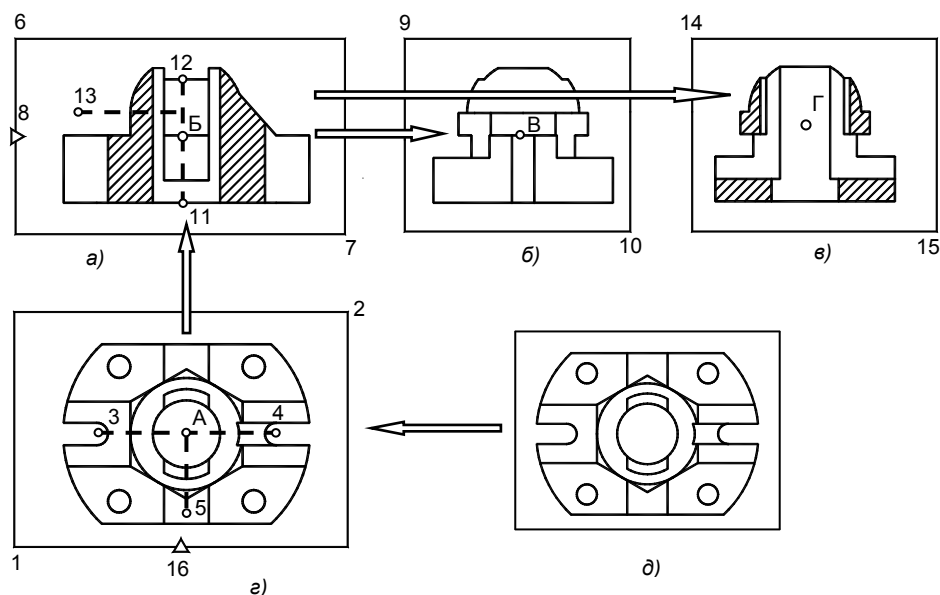

Рис. 3.3. Схема построения видов и простых разрезов к заданию "Простые виды и разрезы"
На новом чистом листе создайте одно видовое окно, поместив его внизу экрана, справа (см. рис. 3.3, д). Размеры окна желательно задать так, чтобы деталь отобразилась в нем в масштабе, приблизительно равном 1:
На рис. 3.3 показано построение проекций и разрезов для получения чертежа рассматриваемой модели. Это вид сверху (рис. 3.3, з), фронтальный разрез (рис. 3.3, а), вид слева (рис. 3.3, б), и профильный разрез (рис. 3.3, в). Последние два изображения на чертеже будут объединены в единое, содержащее половину вида и половину разреза.
Создано новое видовое окно (см. рис. 3.3, з). В окне видна модель, дан вид сверху. Созданы четыре новых слоя: слой *Vports*, на который помещена рамка окна, слой *top-Vis* для последующего размещения на нем линий видимого контура проекции, *top-Hid* — для линий невидимого контура и *top-Dim* — для простановки размеров на виде сверху. При построении разреза создается еще один слой с префиксом *HAT* для линий штриховки. Созданные слои можно посмотреть в окне управления слоями, например, командой LAYER.
Для построения ортогональных проекций нужно применить команду `SOLVIEW` с опцией `ortho`, для разреза — ту же команду с опцией `section`. Команда `SOLVIEW` применяется к ранее созданному окну и формирует новое окно. Так, для проекции вида спереди и фронтального разреза за основу берется любое окно, в котором установлен вид сверху (см. рис. 3.3, *z, d*). Вид слева и профильный разрез можно получить на основе окна вида спереди или фронтального разреза, как на рис. 3.3, *a*. Их можно построить также на основе одного из окон, содержащих вид сверху, но в последнем случае полученное изображение потребует повернуть на  $90^{\circ}$ .
При построении *разреза* команда `SOLVIEW` потребует указать секущую плоскость. Так как плоскость разреза проецирующая, то потребуются указать лишь две точки плоскости. Их можно задать с помощью объектной привязки как характерные точки детали. Если секущая плоскость параллельна одной из плоскостей проекций, то достаточно задать одну точку с объектной привязкой, а для задания второй сместить курсор в режиме `Ortho` и указать произвольную точку. Например, для построения фронтального разреза детали (см. рис. 3.3, *z*) следует с объектной привязкой **Center** (Центр) указать точки 3 и 4, как центры дуг, или указать центр окружности отверстия, затем в режиме `Ortho` указать любую точку справа или слева от центра.
При построении *ортогонального вида* команда `SOLVIEW` потребует задать направление проецирования. Направление задается путем указания средней точки одной из сторон рамки исходного видового окна. Так, для вида спереди потребуются указать точку 16, а для построения вида слева — точку 8 (см. рис. 3.3, *a, z*).
- ❑ `solview \ S` (опция `Section`) \ задайте положение секущей плоскости, для этого активизируйте окно вида сверху, исходное или специальное, включите объектную привязку **Center** и укажите точки 3 и 4 (см. рис. 3.3, *z*), либо примените другие варианты задания секущей плоскости \ переместите курсор вниз и укажите точку 5, определив тем самым направление проецирования \ задайте масштаб нового изображения равным 1 \ переместите курсор вверх и укажите точку *B* как центр окна фронтального разреза (см. рис. 3.3, *a*), указывать можно несколько раз \ ПЩ — утвердите положение окна \ определите прямоугольник видового окна, указав точки 6 и 7 \ присвойте окну имя, например, `front_s` \ ПЩ.
- ❑ `solview \ O` (опция `Ortho`) \ укажите точку 16 на нижней стороне рамки окна вида сверху (см. рис. 3.3, *z*) \ задайте масштаб вида равным 1 \ укажите точку *B* как центр окна вида \ ПЩ \ укажите угловые точки 6 и 7 \ присвойте окну имя, например, `front` \ ПЩ;
- ❑ `solview \ O` \ укажите точку 8 на левой стороне рамки окна вида спереди (см. рис. 3.3, *a*) \ задайте масштаб вида равным 1 \ укажите точку *B* как центр окна вида слева (см. рис. 3.3, *b*) \ ПЩ \ укажите угловые точки 9 и 10 \ присвойте окну имя, например, `left` \ ПЩ — создано специальное окно для вида слева.
- ❑ `solview \ S` \ задайте положение секущей плоскости, для этого активизируйте окно вида спереди, включите объектную привязку **Midpoint** (Середина) и укажите точки 11 и 12 (см. рис. 3.3, *a*) \ переместите курсор влево и укажите точку 13 \ задайте масштаб нового изображения равным 1 \ переместите курсор вправо и укажите точку *Г* — центр окна профильного разреза (см. рис. 3.3, *в*) \ ПЩ \ определите прямоугольник видового окна, точки 14 и 15 \ присвойте окну имя, например, `left_s` \ ПЩ — создано окно для профильного разреза;
Повторите указанные действия для остальных окон, то есть переведите на лист изображения всех созданных видов и разрезов. Изображения разместите подобно тому, как были размещены их видовые окна (см. рис. 3.3).